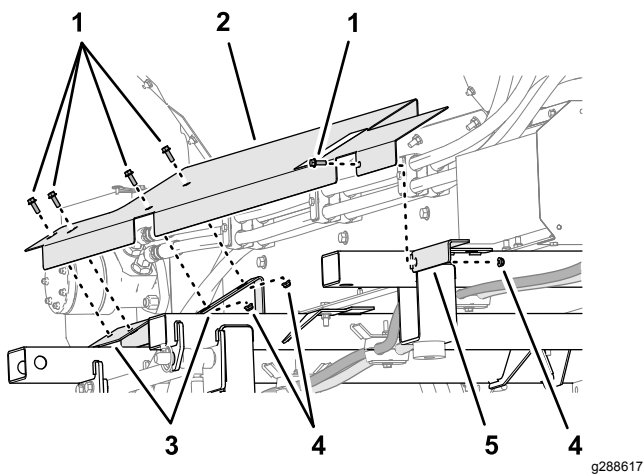

Figura 27
1. Alinhe as ranhuras no resguardo lateral com as ranhuras nos dois suportes do resguardo das travessas central e traseira e o suporte em L da travessa frontal (Figura 27).
2. Monte o resguardo lateral no suporte do resguardo na travessa central (Figura 27) com dois parafusos de cabeça flangeada ($\frac{1}{4} \times \frac{3}{4}$ pol.) e duas porcas de bloqueio flangeada ($\frac{1}{4}$ pol.).
3. Monte o resguardo lateral no suporte em L na travessa frontal (Figura 27) com um parafuso de cabeça flangeada ($\frac{1}{4} \times \frac{3}{4}$ pol.) e uma porca de bloqueio flangeada ($\frac{1}{4}$ pol.).
4. Monte o resguardo lateral no suporte do resguardo na travessa traseira (Figura 27) com dois parafusos de cabeça flangeada ($\frac{1}{4} \times \frac{3}{4}$ pol.).